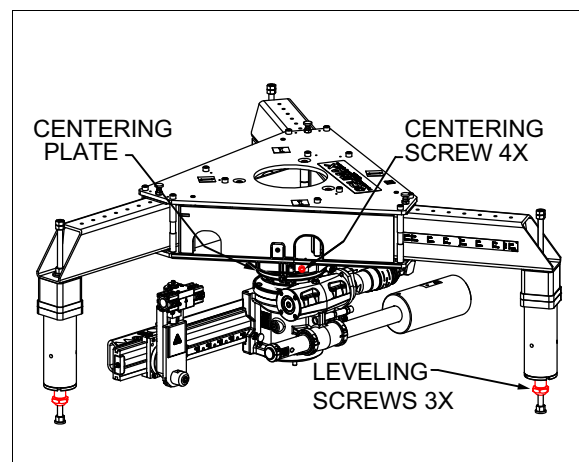

РИСУНОК 3-24. Точки РЕГУЛИРОВАНИЯ УЗЛА КРЕПЛЕНИЯ НА НАРУЖНОМ ДИАМЕТРЕ
7. Ослабьте стопорные винты центрирующей шайбы и отрегулируйте центр станка с помощью четырех подъемных винтов (рис. 3-24).
8. Затяните три стопорных винта центрирующей шайбы (рис. 3-24).